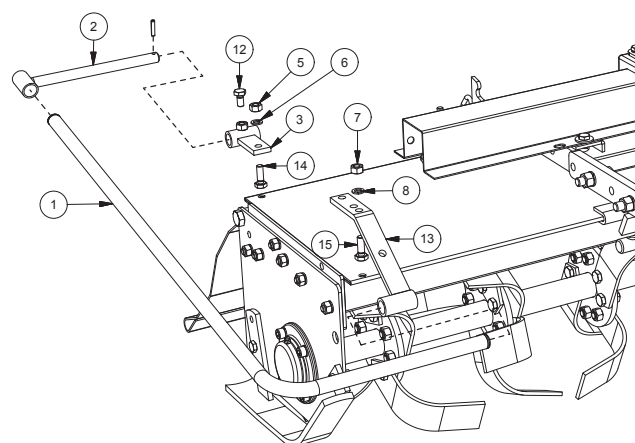

FIG. 9
1. Montar el soporte posterior (3, Fig. 9) con el tornillo (14), la tuerca (5) y la arandela (6).
2. Introducir el soporte (2) fijándolo ya en posición con el tornillo (12).
3. Introducir el lado más largo de la posición (1) en el so-